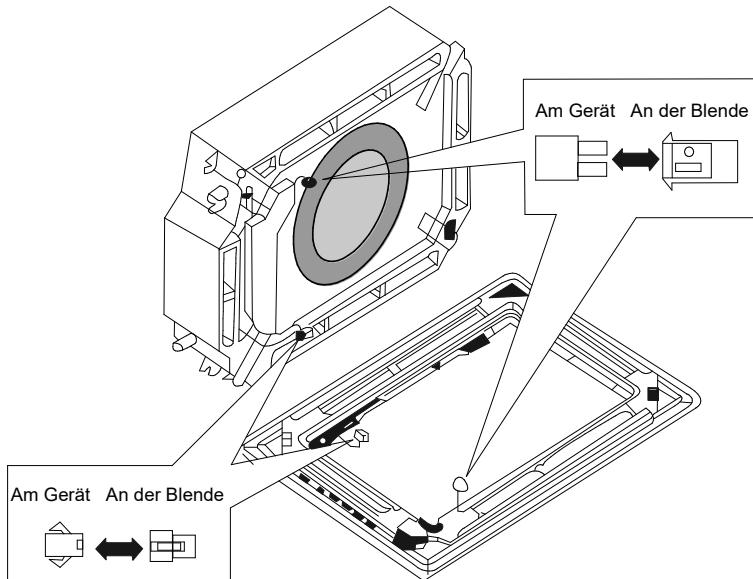

Abb. 33
- Schließen Sie den Lamellen-Antriebsmotor gemäß Abb. 33 an.